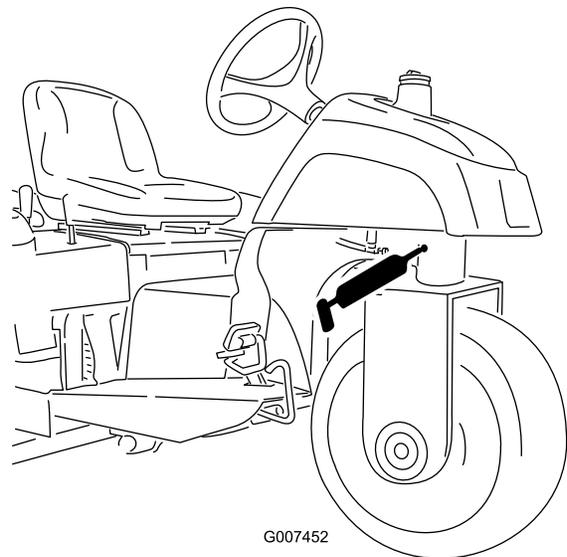

Figura 26
- Perno dello sterzo (Figura 26)
**Nota:** Il raccordo piano sul perno dello sterzo (Figura 26) richiede un adattatore per l'ugello della pistola d'ingrassaggio. Per ottenerlo, ordinate il N° cat. 107-1998 presso il Distributore Toro autorizzato di zona.